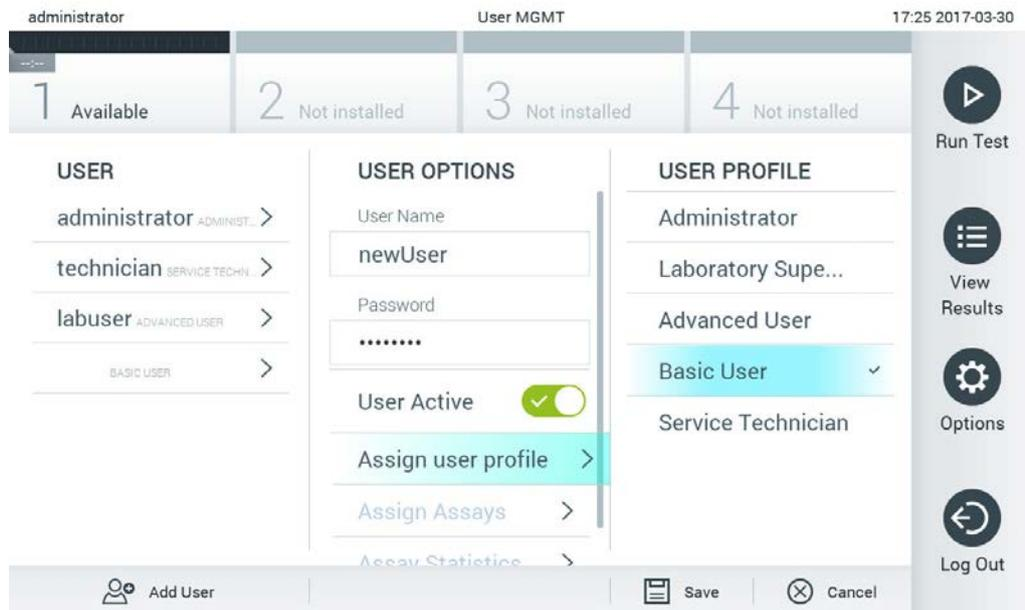

Figure 64. Attribution d'un profil utilisateur à un nouvel utilisateur.
4. Appuyez sur Assign User Profile (Attribuer un profil utilisateur) et attribuez le profil utilisateur approprié (dans la liste à droite de la zone de contenu) au nouvel utilisateur (Figure 64, page suivante).